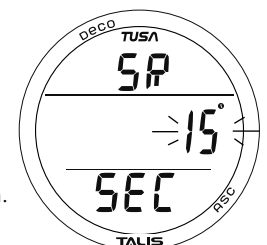

Abb. 43 - ABTAstrate EINSTELLEN
**ABTAstrate EINSTELLEN**, Informationen beinhalten (Abb. 43):